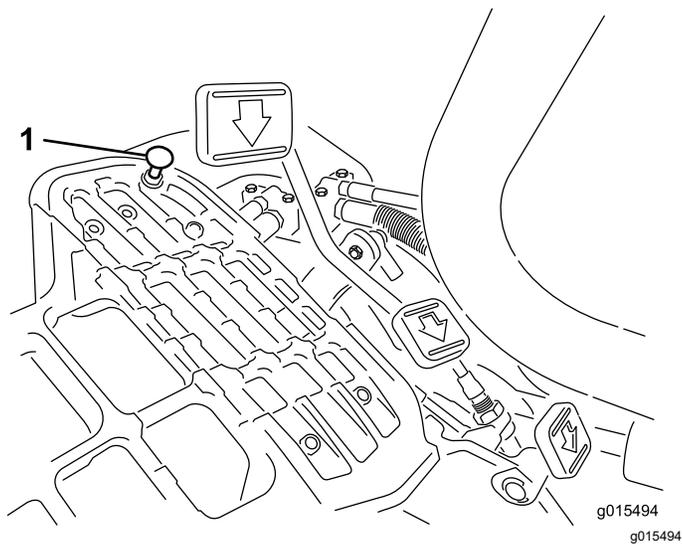

図 36
モードレバーを移動走行位置にセットし、ペダルを一杯に踏み込めば最高速度となります。ケーブルに張力が掛かる前にペダルがストップ 図 36 に当たる場合には調整が必要です。
1. モードレバーを移動走行位置にセットし、ペダルストップを固定しているロックナットをゆるめる 図 36。